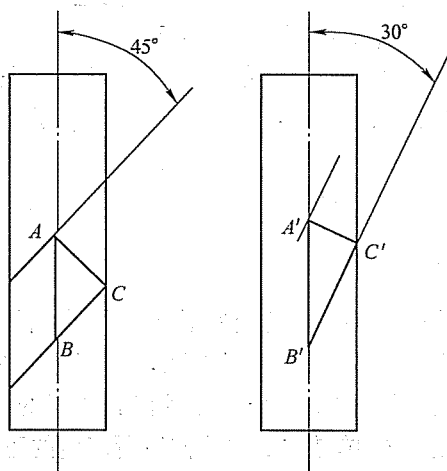

图 19-5 第六题第 1 小题解答图
1. 铝单晶体试样拉伸前、后的示意图如图 19-5 所示。图中  $AC$  和  $A'C'$  分别表示试样拉伸前、后晶体中两个相邻滑移面之间的距离, 即滑移面的面间距。